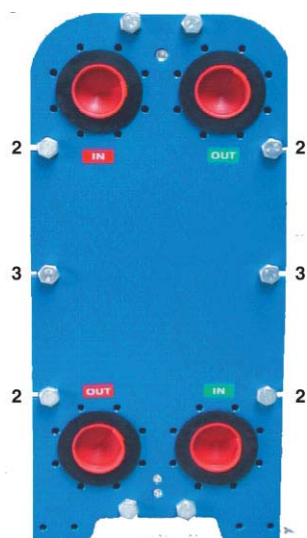

Рис. 10
- Ослаблять стяжные болты равномерно в правильном порядке (см. рис. 10), чтобы прижимная плита двигалась постепенно, без перекосов, параллельно пластинам;
Перед открытием теплообменника пакет пластин следует промаркировать. В качестве маркировки можно провести диагональную линию по внешней поверхности, рис. 10а, или последовательно пометить идущие друг за другом пластины.
Рис. 10а
- Нанести немного смазки на резьбу стягивающих болтов. Не допускать попадания смазки на прокладки или посадочные места прокладок на пластинах. Мокрые или загрязненные пластины при сжатии могут перекоситься. В этом случае следует разобрать пакет пластин, почистить и высушить все поверхности, входившие в соприкосновение с прокладками. Последовательно и с одинаковым усилием затянуть все болты с соблюдением очередности (см. рисунок 10 на стр. 17). Рекомендуется использовать ключ с трещоткой.